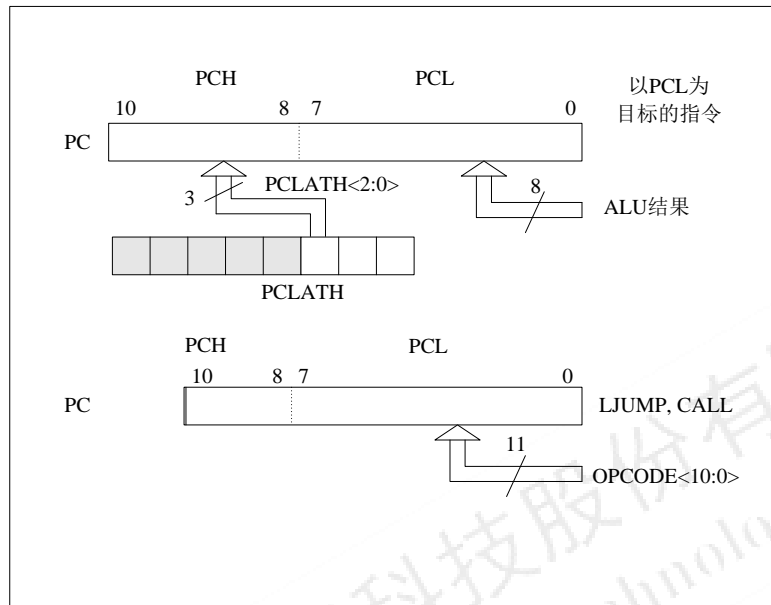

图 2-3: 在不同情况下装载 PC
程序计数器 (PC) 为 11 位宽。其低 8 位来自可读写的 PCL 寄存器，高 3 位 (PC<10:8>) 来自 PCLATH，不能直接读写。只要发生复位，PC 就将被清零。图 2-3 显示了装载 PC 值的两种情形。图 2-3 上方的例子说明在写 PCL (PCLATH<2:0>→PCH) 时是如何装载 PC 的。
YS272 器件具有 8 级深 x11 位宽的硬件堆栈 (见图 2-2 和图 2-3)。堆栈空间既不占用程序存储区空间，也不占用数据存储区空间，而且堆栈指针是不可读写的。当执行 CALL 指令或当中断导致程序跳转时，值 PC 将被压入 (PUSH) 堆栈。而在执行 RET、RTIW 或 RTFI 指令时，堆栈中的断点地址将从堆栈中弹出 (POP) 到 PC 中。PCLATH 不受 PUSH 或 POP 操作的影响。